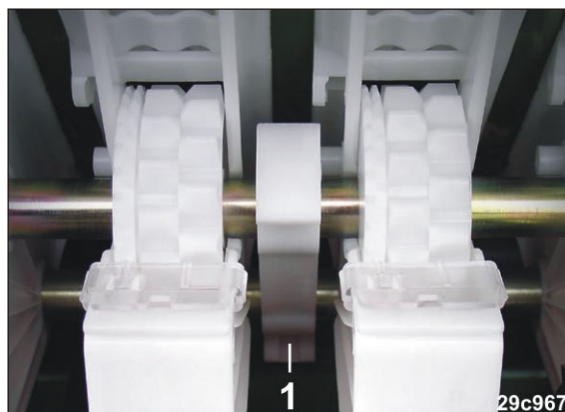

Bild 250
3. Öppna trycklagret på såaxeln (Bild 250/1).